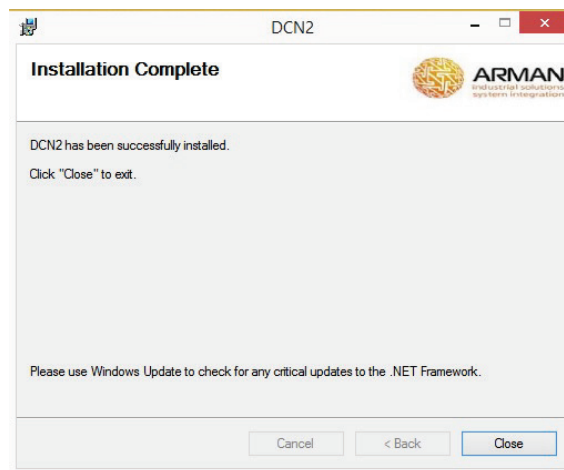

Рисунок 11
6. После завершения установки библиотеки WinPcap, инсталлятор ПК коммутатора DCN-2 также завершает процесс установки (рис. 11).